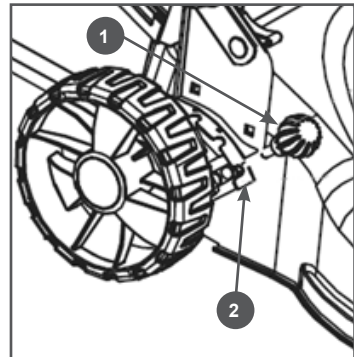

Рис. 9 Регулировка высоты скашивания
10. Для регулировки высоты скашивания, измените положение рычага регулятора 1 (Рис. 9) следующим образом. Выведите рычаг 1 из зацепления с сектором регулятора 2 (Рис.9). Переместите рычаг регулятора в другое положение.